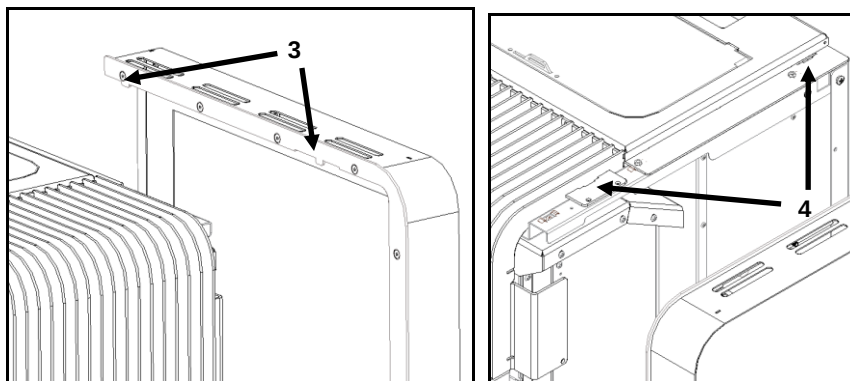

Figura 87 – Colocación de las envolventes Aspen
d) A continuación, primero enganchar los agujeros inferiores **1** de las cubiertas laterales, en las guías **2** que están en el fondo de la máquina, después en dirección descendente, encaje los apoyos **3** en las ranuras **4**, tal como se muestra en la Figura 87.